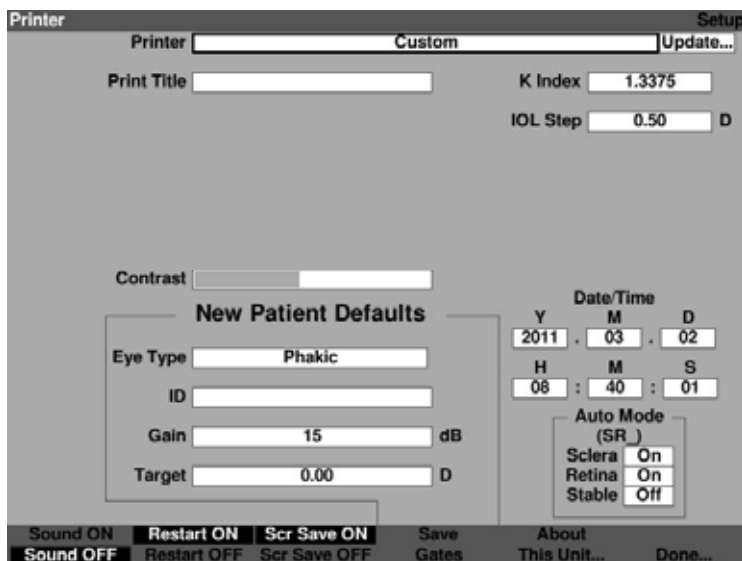

Figura 5-33 Drivers customizados da impressora selecionados
14. Pressione o botão giratório ou o sinal de conferido para confirmar a seleção de customizado conforme mostrado na Figura 5-33.